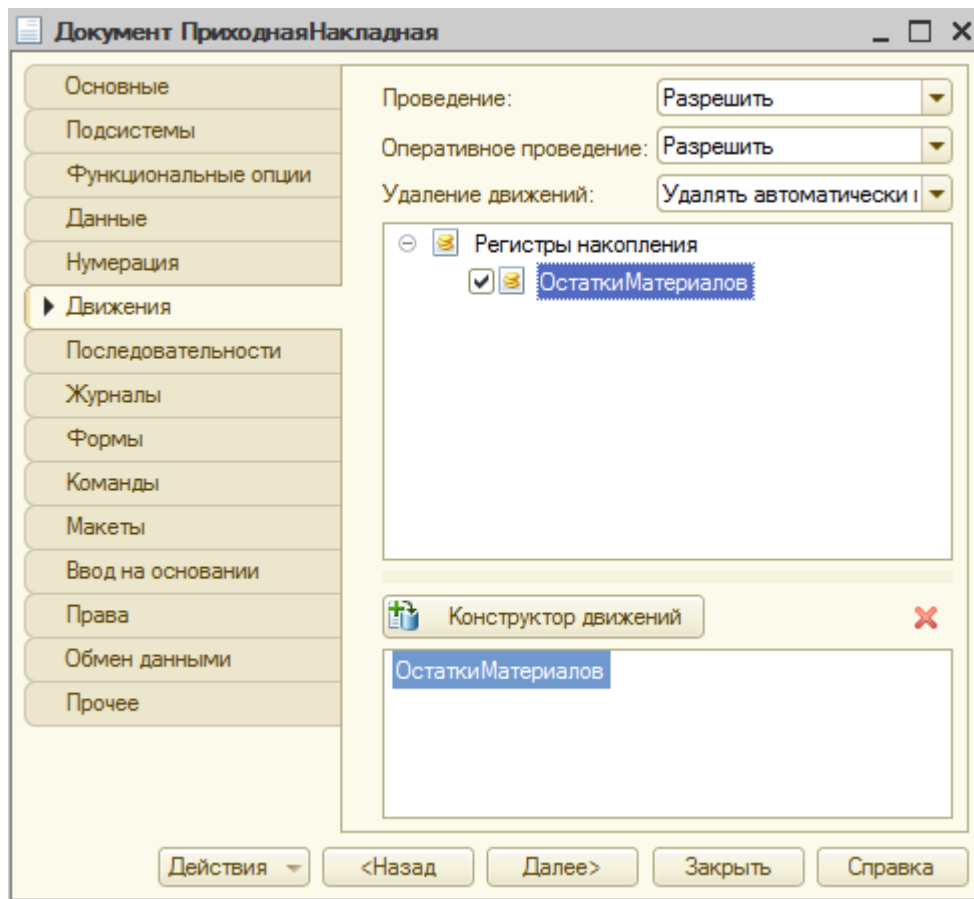

Рисунок 37 Вкладка «Движение» документа «Приходная накладная»
3. В документе **ПриходнаяНакладная** на вкладке «**Движения**» в регистрах накопления укажите галочкой созданный регистр (рис. 37).